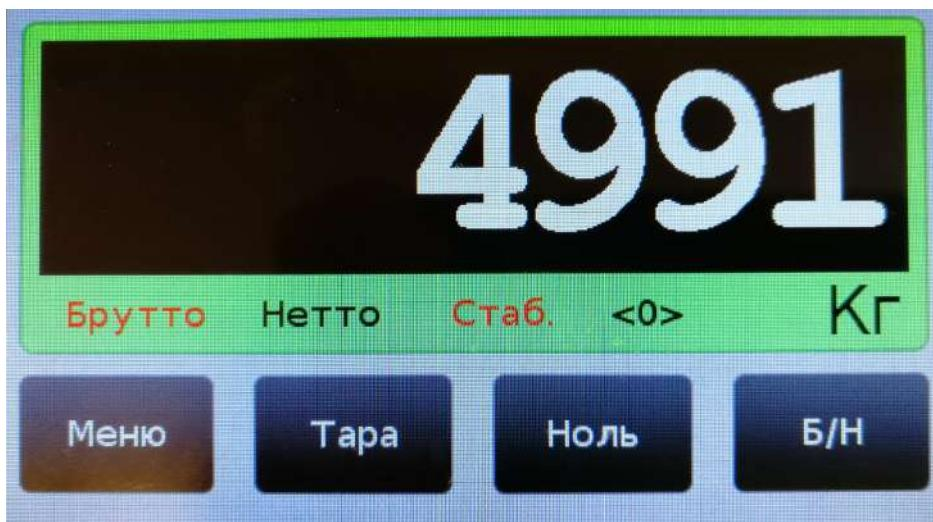

Рис. 8.1.1. Вход в меню установки параметров.
- 8.1.1. Вход в главное меню установки параметров производится по нажатию на кнопку «Меню», см. рис. 8.1.1.
8.3.3. В режиме «**Всегда взвешивать**» значение веса тары будет вводиться путём непосредственного взвешивания тары при нажатии на кнопку «**Тара**», см. рис. 8.1.1, стр. 8.